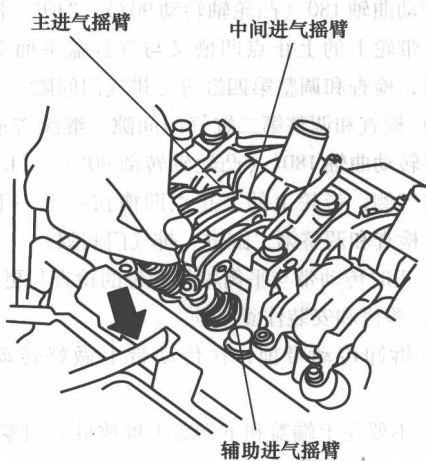

图 1-6 手工检查中间进气摇臂
① 将第一缸活塞转至上止点位置。
② 拆下气门室盖。
③ 用手按压第一缸中间进气摇臂, 看其能否脱离主、辅进气摇臂而单独移动, 如图 1-6 所示。